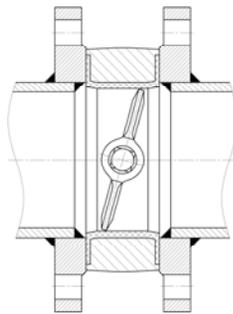
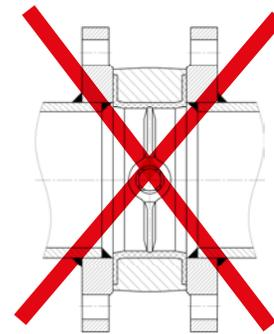

Рис. 2
Рис. 3
3. Перед монтажом проверить, чтобы диск затвора был повернут от закрытого положения на $10^\circ - 15^\circ$ (рис.2). Установка затвора при закрытом положении диска приводит к значительным напряжениям в резиновом вкладыше, что в свою очередь увеличивает крутящий момент, необходимый для открытия затвора, и уменьшает срок службы резинового вкладыша. (Рис. 3)